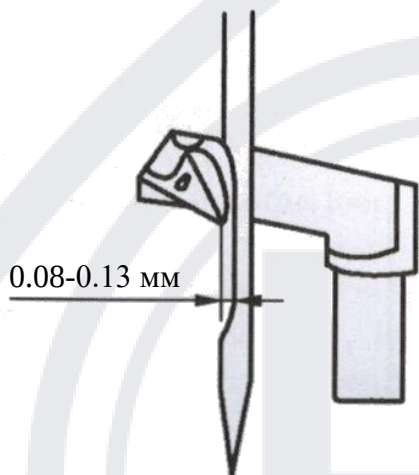
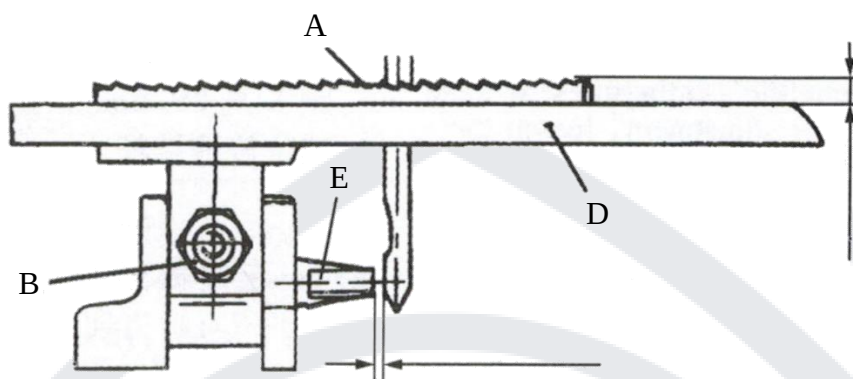

Рис. 7
Рис. 9
- 3) Поверните шкив машины так, чтобы петлитель А (Рис. 6) перемещался справа налево. Точка петлителя должна проходить как можно ближе к задней части иглы, не соприкасаясь, с зазором 0,08-0,13 мм (Рис. 7). Для регулировки ослабьте винт D (Рис. 6) в эксцентриковой вилке петлителя С и поверните вал коромысла Е на коромысле петлителя петлей вперед или назад при необходимости. Затяните винт D.
Снимите горловую пластину. Вращайте шкив машины в рабочем направлении, пока петлитель не сместится к холостому ходу. Когда точка петлителя выступает на 1-1,5 мм слева от иглы, нижний край петлителя и верхний край игольного ушка должны быть заподлицо в этом положении (Рис. 7). Для регулировки ослабьте зажимной винт В (Рис. 5) в игольном стержне вверх или вниз по мере необходимости. Затяните винт В и установите горловинную пластину.
Игольная направляющая Е (Рис. 9) предотвращает изгиб или поломку при прохождении иглы. Зазор между иглой и направляющей иглы составляет 0,08 - 0,13 мм (Рис. 7). Для регулировки вращайте шкив в направлении работы, чтобы предохранитель иглы двигался против иглы. Ослабьте установочный винт G на держателе подающего устройства (Рис. 6), соответствующим образом переместите защиту иглы. Подтяните винт G.